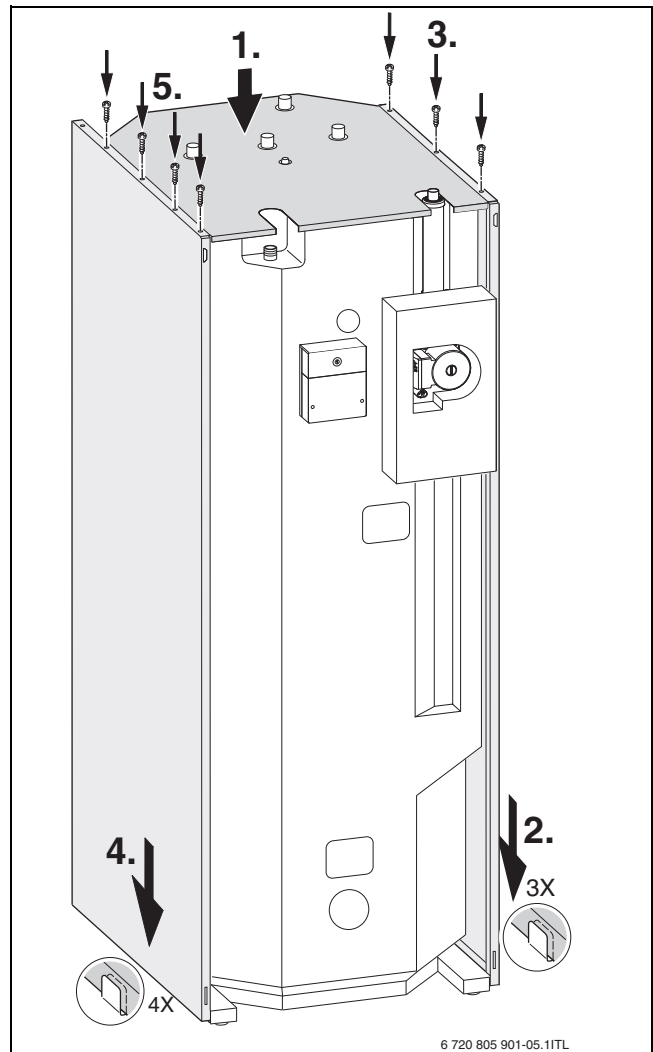

Fig. 9 Ejemplo: montaje de las piezas laterales si el acumulador está **colocado a la izquierda**
- ▶ Montar las piezas laterales según la imagen 9.